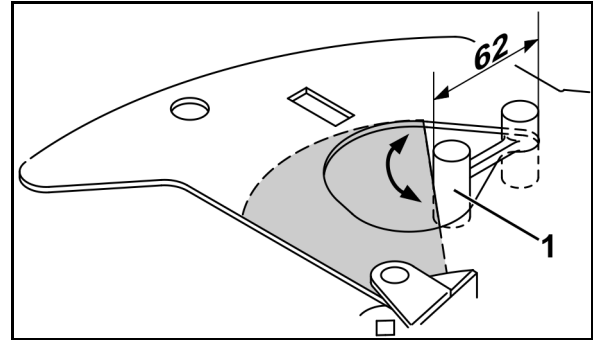

Fig. 8
2. Sätt i inställningstolken (Fig. 8/1) med ena änden i spridaröppningens uttag.